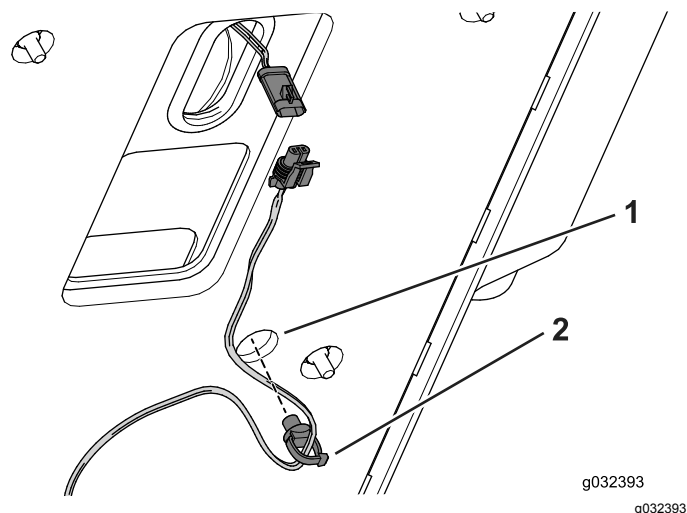

Figura 7
6. Instale o clipe da cablagem na parte inferior da plataforma do banco (Figura 7).
7. Ligue o interruptor do banco à cablagem (Figura 7).